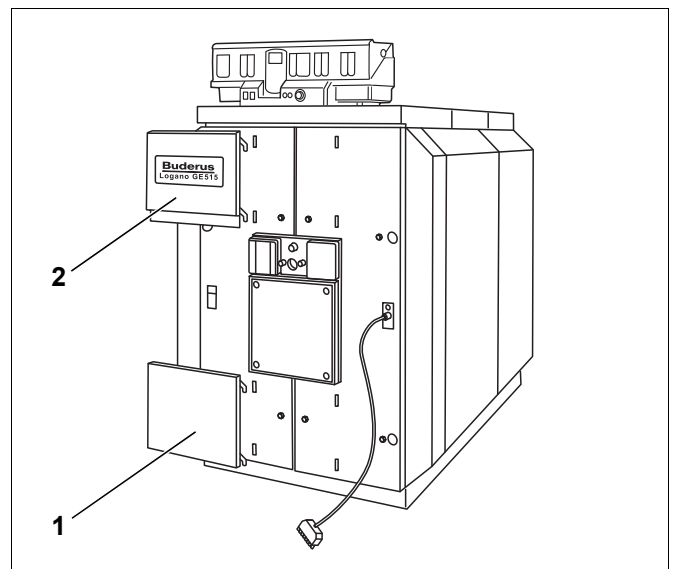

Рис. 58 Установка экранов дверцы горелки
- ▶ Установите экраны дверцы горелки на облицовку (рис. 58, [1] и [2]).